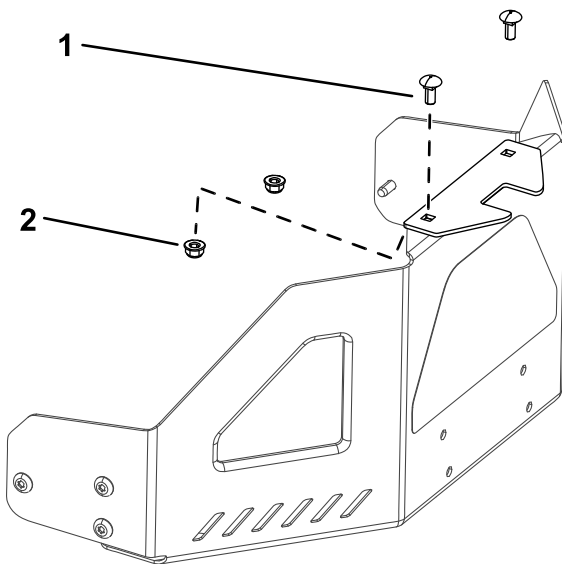

Figura 7
- Instale el soporte de estabilización en el protector del motor usando dos pernos de cuello cuadrado (5/16" x 3/4") y 2 contratuercas (5/16") (Figura 7).